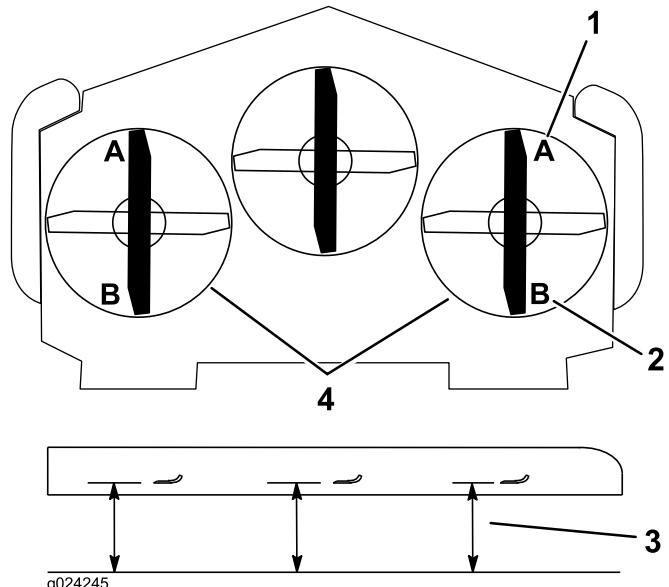

**Bild 85**
5. Drücken Sie das Mähwerkhubpedal ganz nach vorne; das Mähwerk rastet in der 14-cm-Transportstellung ein (Bild 85).